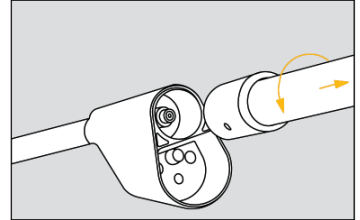

Abb. 2
- Schrauben Sie die Isolerstange aus dem Kopfteil. Der Batteriedeckel bleibt durch seinen Verdrehschutz im Kopfteil (Abb. 2).